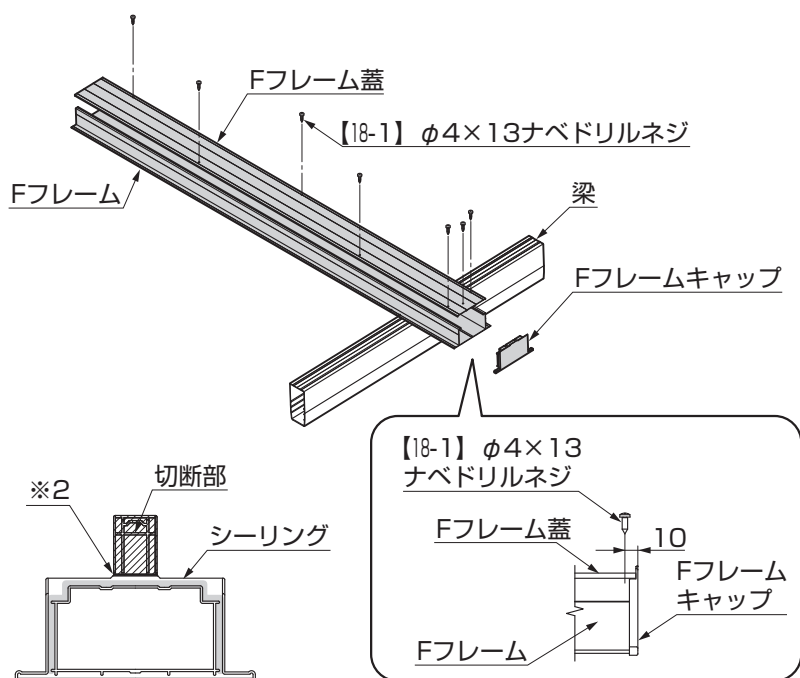

図5-4
- ①FフレームにFフレーム蓋を【18-1】で取付けてください。(図5-4参照)